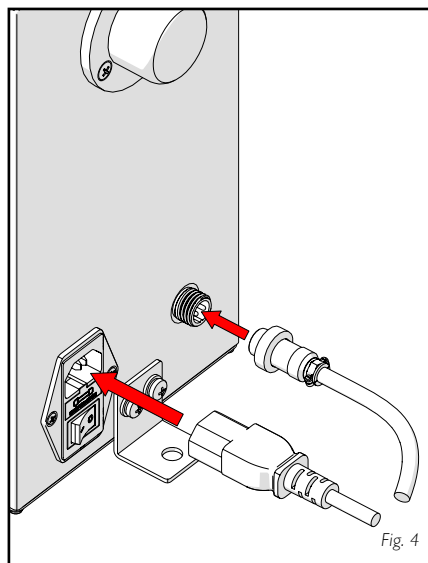

Fig. 4
- Подсоедините кабель педали ножного управления и шнур питания. Рис.4